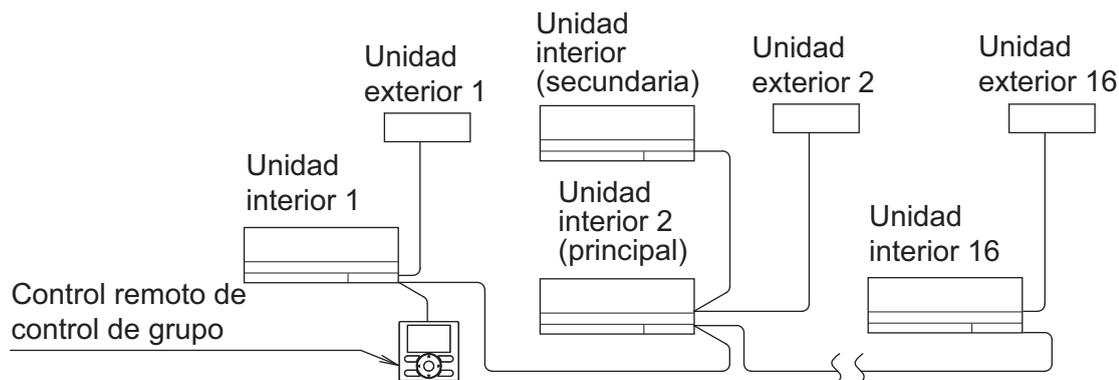

Fig. 28
- Cuando se utiliza una unidad de par o una unidad principal para el funcionamiento simultáneo de varias unidades, puede realizar un control de inicio/parada (grupo) simultáneo de hasta 16 unidades con el mando a distancia. **(Consulte la Fig. 28)**